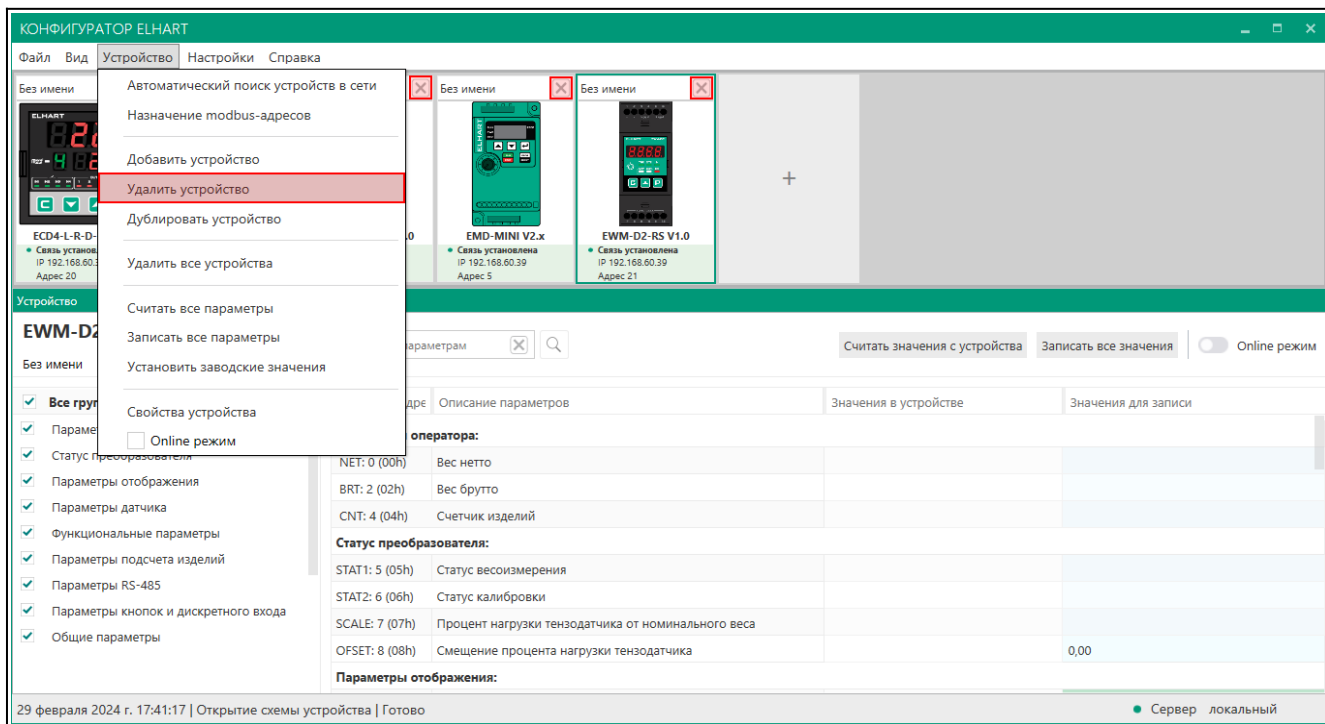

Рисунок 38
1. Нажать на крестик в верхнем правом углу устройства или выбрать в меню программы: *Устройство* → *Удалить устройство* (Рисунок 38).